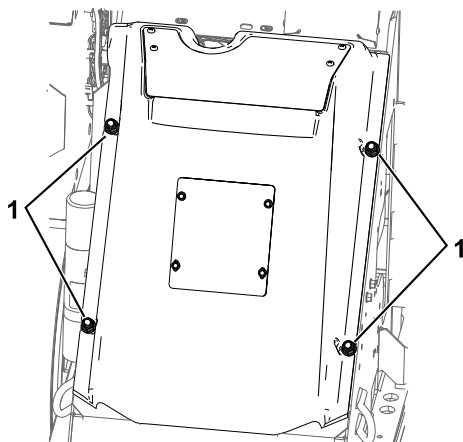

Figure 27
4. Desserrez les 4 écrous de fixation du capot (Figure 27).